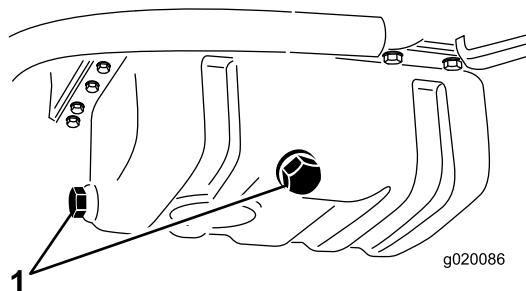

Рисунок 56
2. Снимите любую маслосливную пробку (Рисунок 56) и дайте маслу стечь в сливной поддон. После стекания масла установите маслосливную пробку на место.